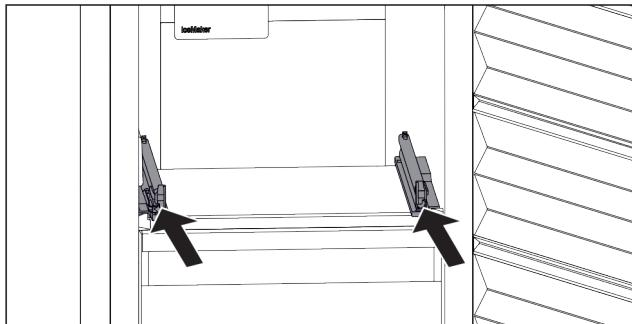

*Fig. 20*
- ▶ Вкарайте изтеглящата се дъска. *Fig. 20 (7)*
- ▶ Повдигнете изтеглящата се дъска отпред отляво. *Fig. 20 (8)*
- ▶ Повдигнете изтеглящата се дъска отпред отдясно. *Fig. 20 (9)*
- ▶ Извадете изтеглящата се дъска напред. *Fig. 20 (10)*